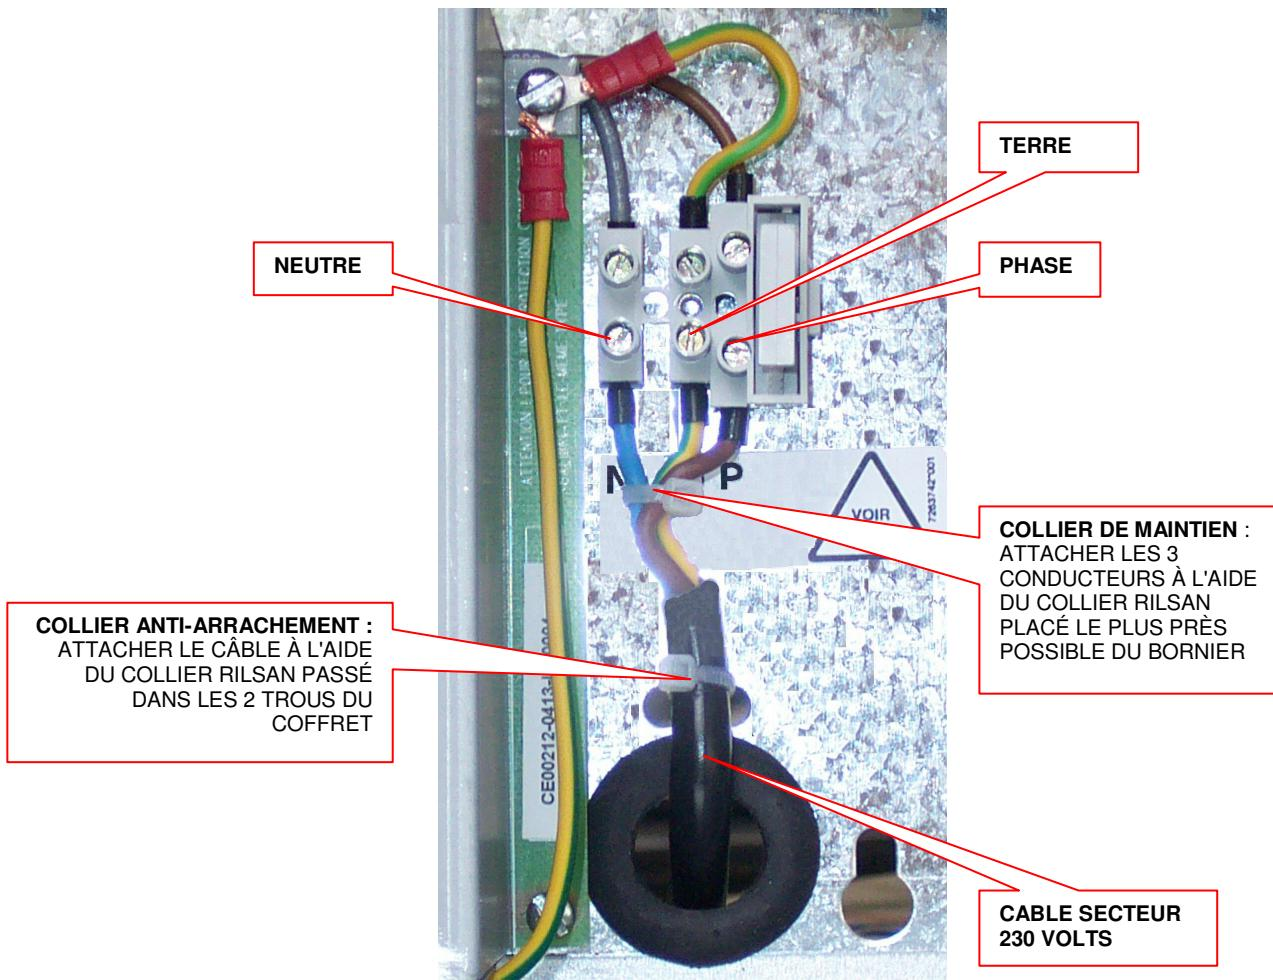

Figure 6 : raccordement du secteur
3. Raccorder le câble secteur sur le bornier (voir *Figure 6*) :